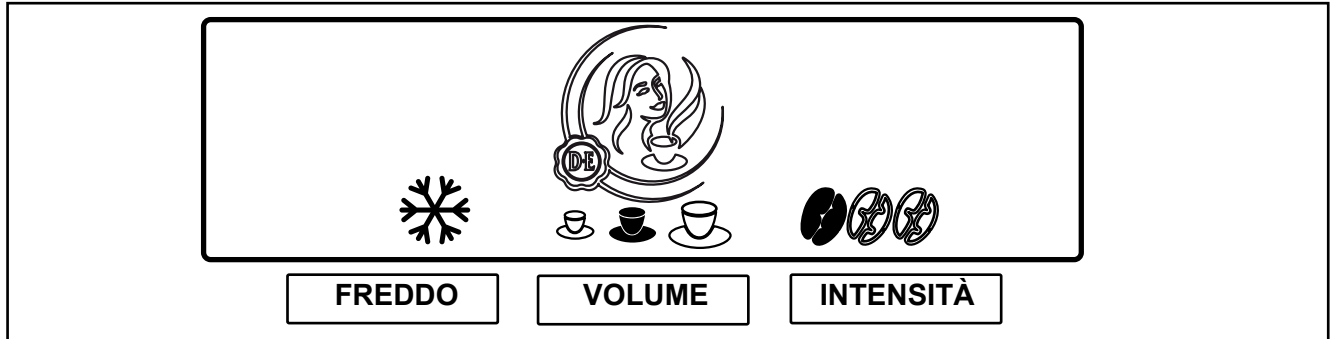

Fig. 15
L'apparecchio dispone anche di possibilità di preselezione. Al momento dell'installazione il tecnico di servizio eventualmente ha attivato una di queste possibilità di preselezione. Se si scelgono i tasti di preselezione, sul display verranno visualizzate le seguenti possibilità di scelta (Fig. 15):
2. Premere il tasto di preselezione „**FREDDO**“, per attivare questa preselezione. Viene visualizzato il simbolo del freddo. (Fig. 15)
2. Premere il tasto di preselezione „**VOLUME**“, per attivare questa preselezione. Vengono visualizzati tre simboli della tazza (piccola - medio - grande). (Fig. 15)